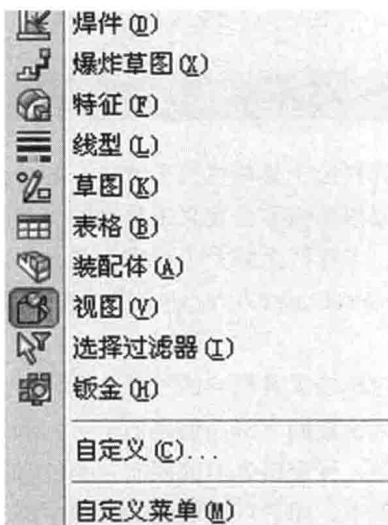
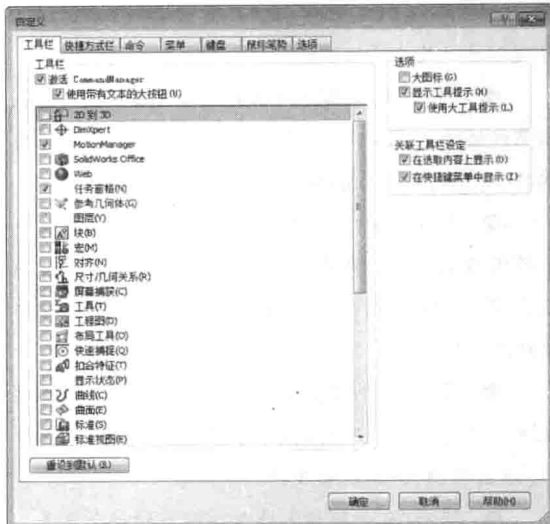

图1-4 右键快捷菜单
图1-5 【自定义】对话框
① 选择【工具】|【自定义】命令，或者右击任意工具栏，在下拉菜单中选择【自定义】命令，如图 1-4 所示，弹出如图 1-5 所示的【自定义】对话框。
② 切换到【工具栏】选项卡。此时会显示系统全部的工具栏，根据实际需要选中【工具栏】选项卡中的复选框。
③ 单击【自定义】对话框中的【确定】按钮，确认所选择的工具栏设置，则会在系统操作界面上显示选择的工具栏。
④ 如果某些工具栏在设计中并不常用甚至根本用不到，为了扩大绘图空间，可以将其隐藏，等需要时再在界面上将其显示。方法是在【工具栏】选项卡中取消选中的某个工具栏复选框，然后单击对话框中的【确定】按钮，此时操作界面上就会隐藏该工具栏。